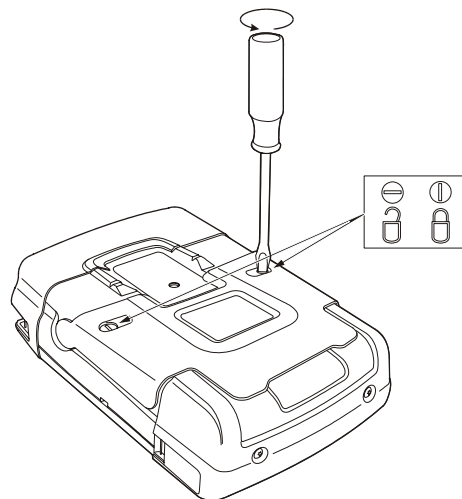

Figura 4-3. Como destravar a tampa da bateria
- Destrave a tampa da bateria na parte traseira do Analyzer (gire os parafusos um quarto no sentido anti-horário, conforme mostrado na Figura 4-3).